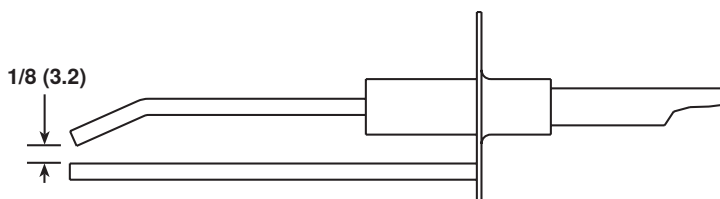

Figure 18. Écartement des pointes de l'allumeur
- Pour l'allumeur (voir Figure 15 pour l'emplacement), débranchez le fil et retirez la vis et l'allumeur. Nettoyez l'ensemble de l'allumeur avec une toile d'éméri avant de la réinstaller. L'écart d'allumage (voir Figure 18) doit être maintenu à 1/8 pouce (3.2 mm).